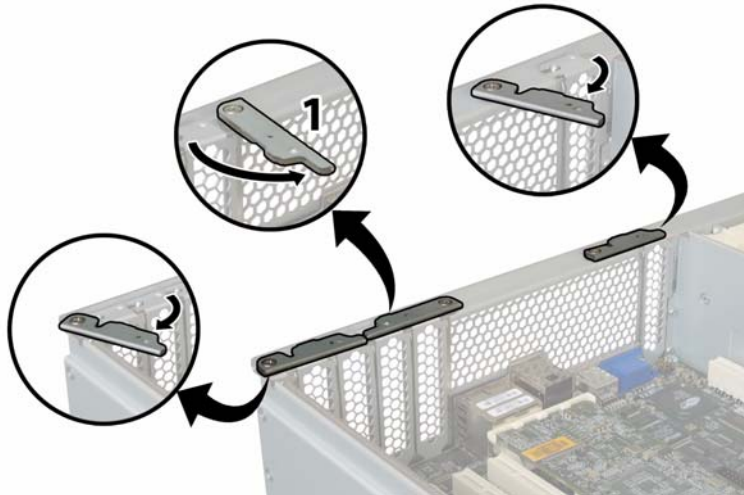

図 4-54 PCI カード固定ラッチの開放
- b. シャーシ背面から作業し、PCI カードの後面コネクタパネルを覆っている PCI カードラッチを回転させて開きます。図 4-54 を参照してください。
- a. シャーシ背面から作業し、スロットの PCI カードラッチを回転させて開き、新しい PCI カードを差し込みます。図 4-54 を参照してください。